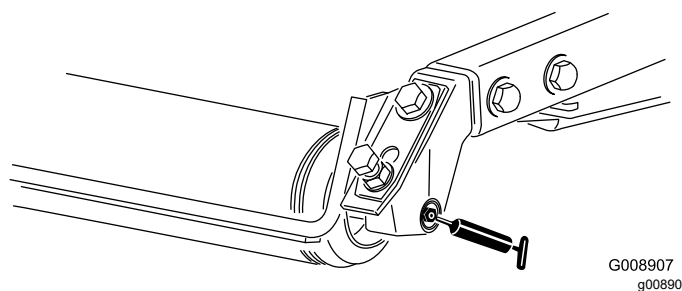

Рисунок 73
- Задние роликподшипники (по 2 шт. на режущий блок) — Рисунок 73